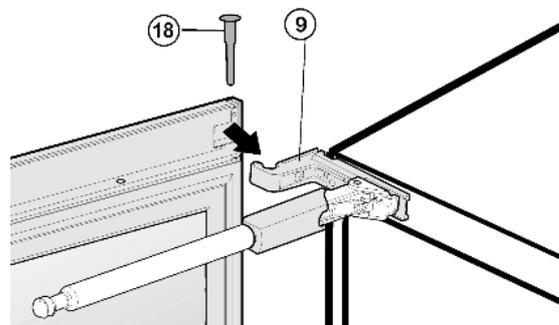

Fig. 18
► Portare la porta in alto sopra il blocco di supporto Fig. 18 (9) e infilare il perno di supporto Fig. 18 (18).